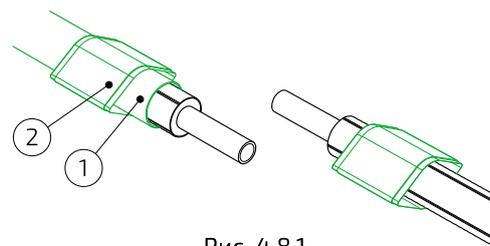

Рис. 4.8.1
1. Перед началом монтажа стыкового соединения надеть полиэтиленовую муфту 1 на один из соединяемых отрезков трубы (рис. 4.8.1). Термоусаживаемые рукава 2 разместить на обоих отрезках трубы.